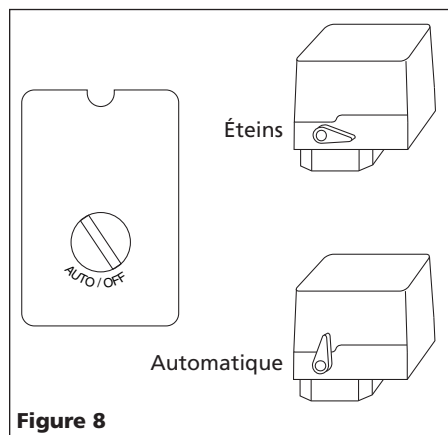

Figure 8
Les moteurs à tension double peuvent être branchés pour soi 120 volts ou 240 volts. Déterminer la tension installée à l'usine pour votre compresseur en comparant la fiche sur le cordon avec les prises indiquées sur la Figure 8.
- Tournez le levier ou le bouton du manostat à la position AUTO et faites fonctionner l'appareil pendant 30 minutes pour roder les pièces de la pompe (reportez-vous à la figure 8).